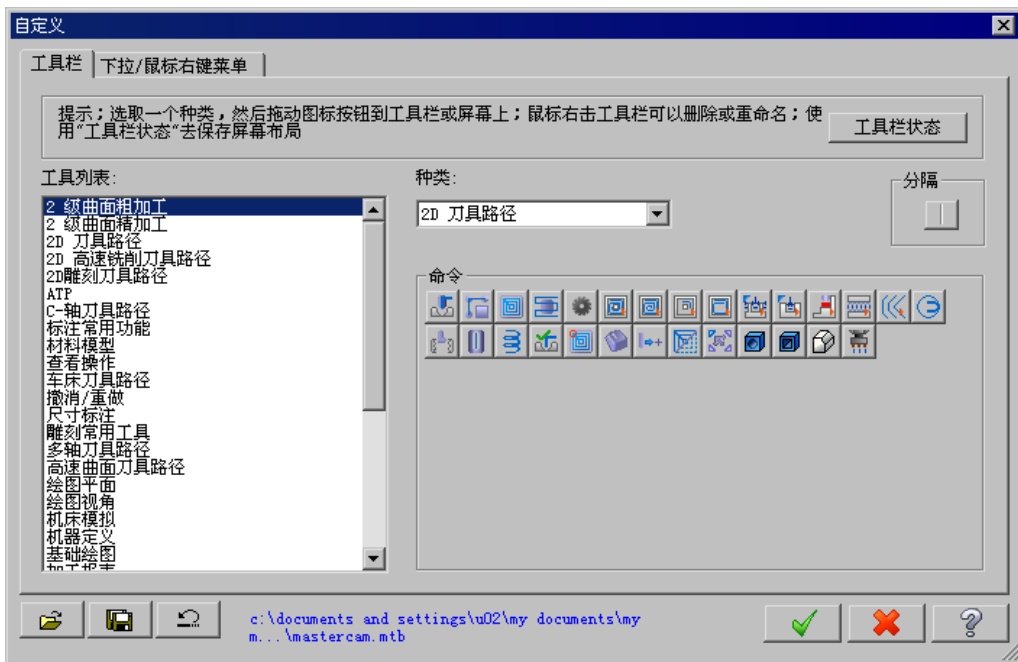

图 2.3.2 “自定义”对话框
Step1. 选择命令。选择下拉菜单 **设置(S)** → **用户自定义(U)...** 命令，系统弹出图 2.3.2 所示的“自定义”对话框。